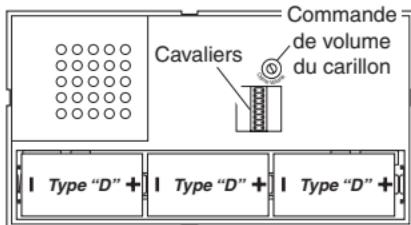

Figure 3 - Intérieur du carillon
3. Installez 3 piles alcalines « D ». Prenez soin d'orienter les piles correctement (voir la Figure 3).
5. Réglage du volume. Réglez le volume à l'intensité souhaitée (voir la Figure 3).
- Remettez les piles en place (voir la Figure 3).